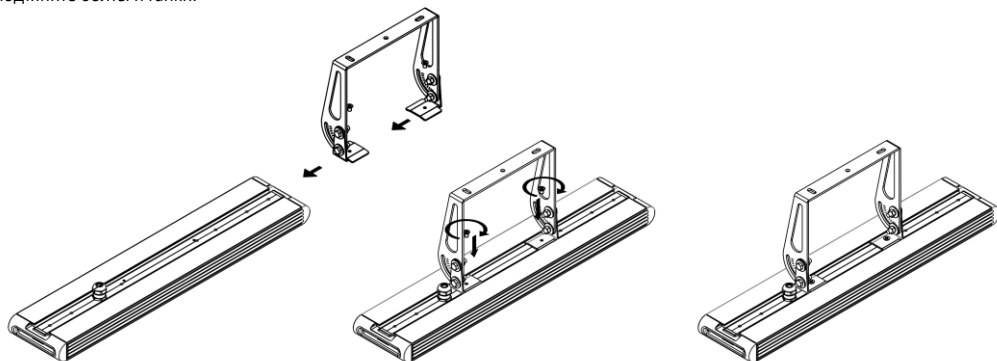

Рисунок 7 – Установка крепления Скоба малая с регулировкой (на примере Element 0,5x1).
5.5.1. Распакуйте крепление и установите на светильнике (см рисунок 7). Заведите крепление в паз на корпусе светильника. Для фиксации крепления на корпусе светильника имеются 2 отверстия. Совместите отверстия на креплении с отверстиями на корпусе. Шаг между винтами на креплении должен совпасть с шагом между винтами на корпусе. Крепление должно встать симметрично поперечной оси светильника. Вкрутите два винта М5, идущих в комплекте для фиксации крепления на корпусе светильника (см. рисунок 4, б).